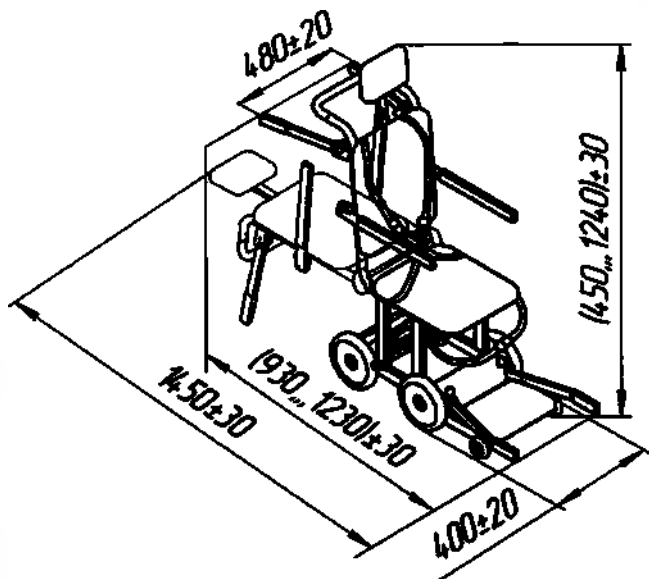

Рис.1. Тележка кресельная ТВК- ММ мод. 1277
2.2. Габаритные размеры, мм, не более	см. рис. 1.